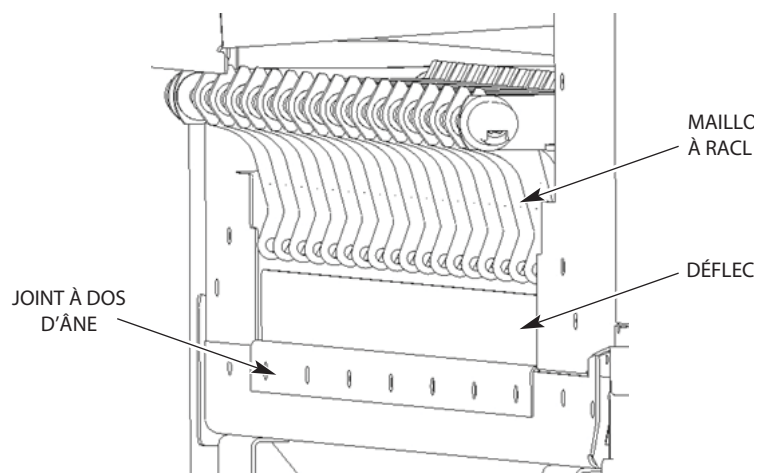

Fig. 9
3. Si la machine est équipée d'un assemblage de convoyeur CC de type standard, installez les déflecteurs et les joints à dos d'âne à l'aide de la même quincaillerie. Assurez-vous que les déflecteurs sont ajustés le plus profondément possible pour assurer que le déflecteur n'interfère pas avec les maillons du convoyeur à raclettes (Fig. 9).